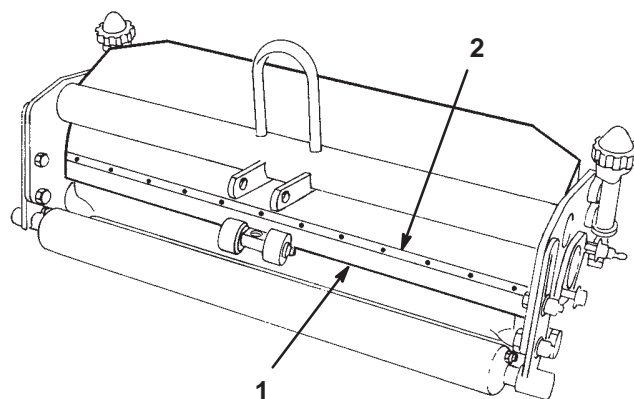

Figure 13
1. Poussez la barre d'appui en position entre les plaques latérales, en veillant à ce que les extrémités se trouvent sous le déflecteur (Fig. 13).